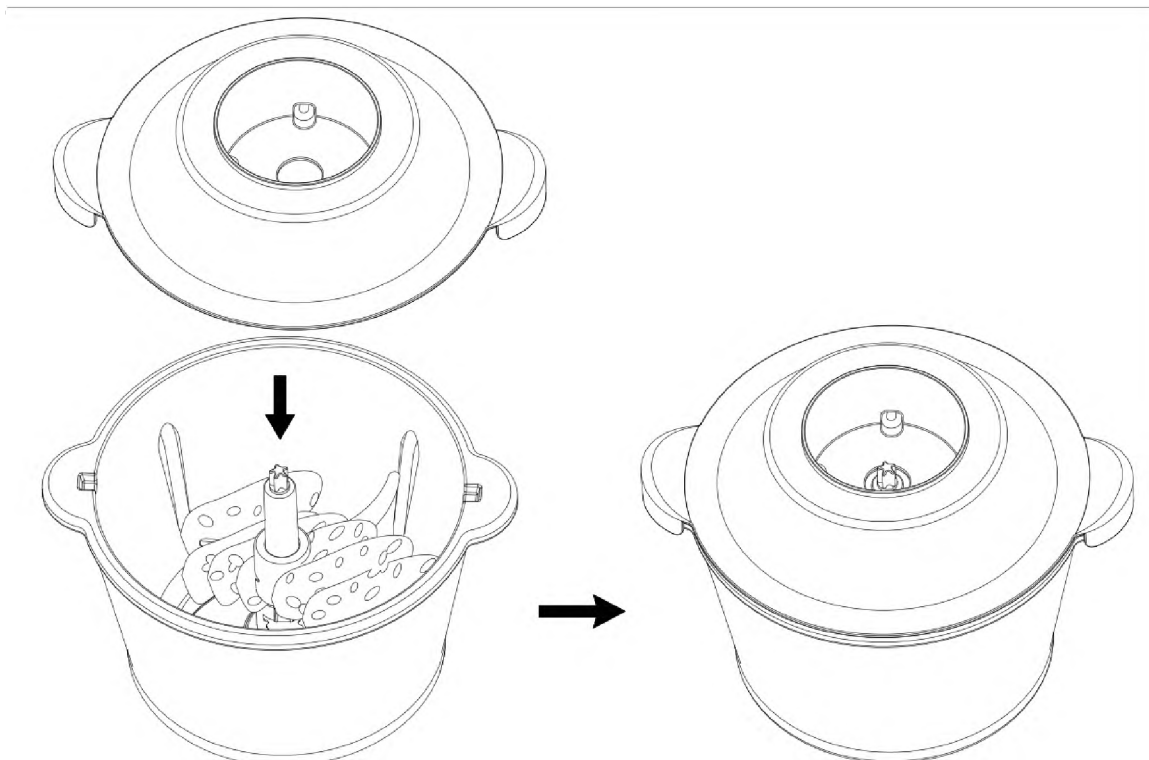

Figura 3
- c) Dopo aver messo il cibo, mettere il coperchio come mostrato nella figura 3.
Modo di montaggio: posizionare la lama laterale sulla lama principale (Figure 1 e 2) e ruotare la lama laterale in senso antiorario (Figura 3), quindi rimuovere la protezione della lama.